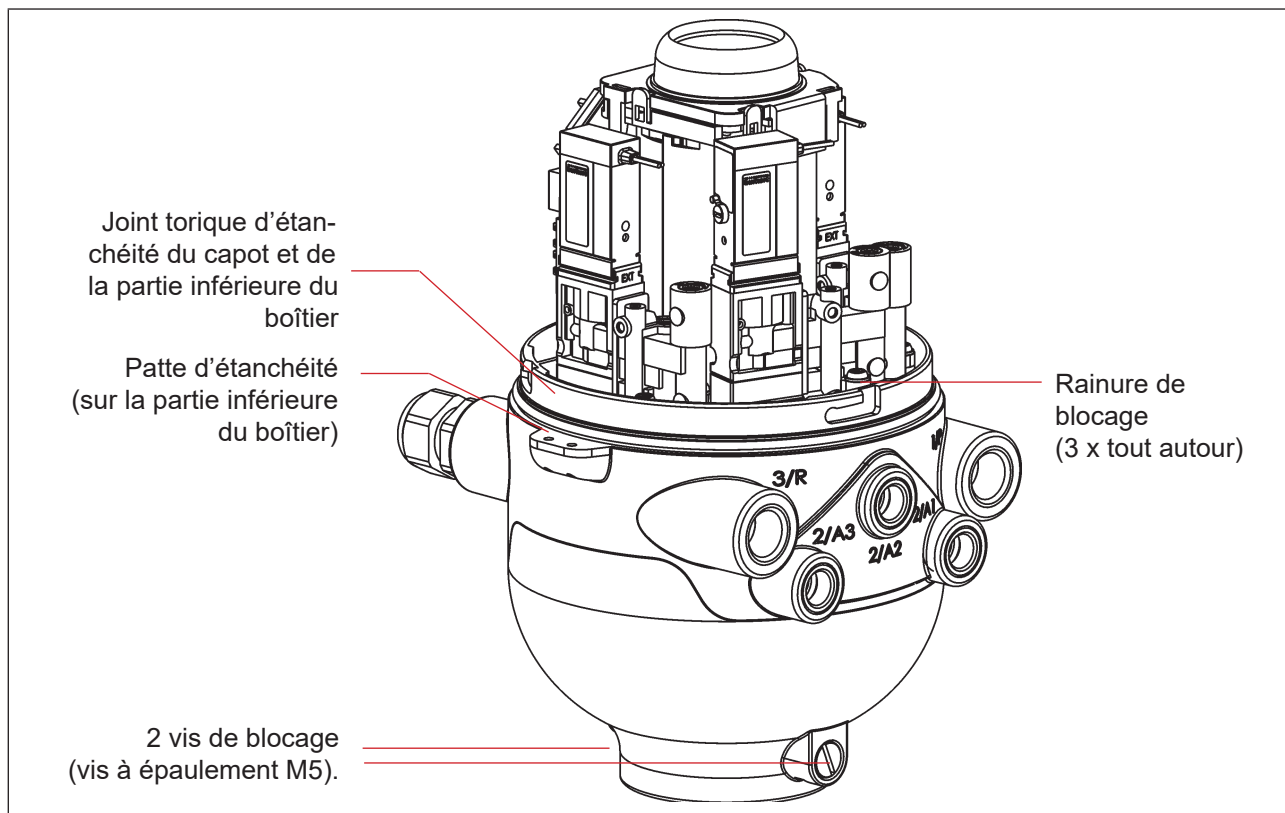

Fig. 16 : Étanchéité et blocage du boîtier
→ Retirer le joint si le boîtier est bloqué par la patte de fixation – voir « Fig. 16 ».
- Placer le capot en plastique sur la partie inférieure pour que les « pattes » intérieures du capot soient au-dessus des rainures de blocage et que les pattes de fixation extérieures soient presque l'une sur l'autre. Presser le capot entièrement sur le joint torique de la partie inférieure - voir aussi « Fig. 16 ».